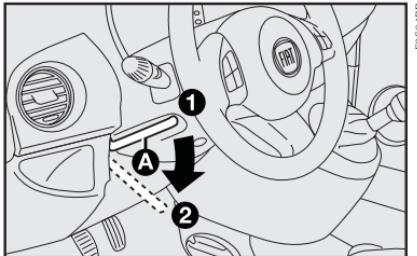

fig. 15
## VOLANTE - fig. 15
- 1) deslizar la palanca **A** hacia abajo, a la posición **2**-fig. 15;